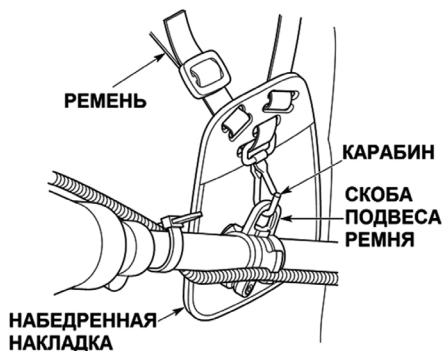

Рис. 7 Регулировка подвешного ремня
2. Подвесьте триммер за карабин, закрепив его на скобе подвеса ремня (Рис. 7).